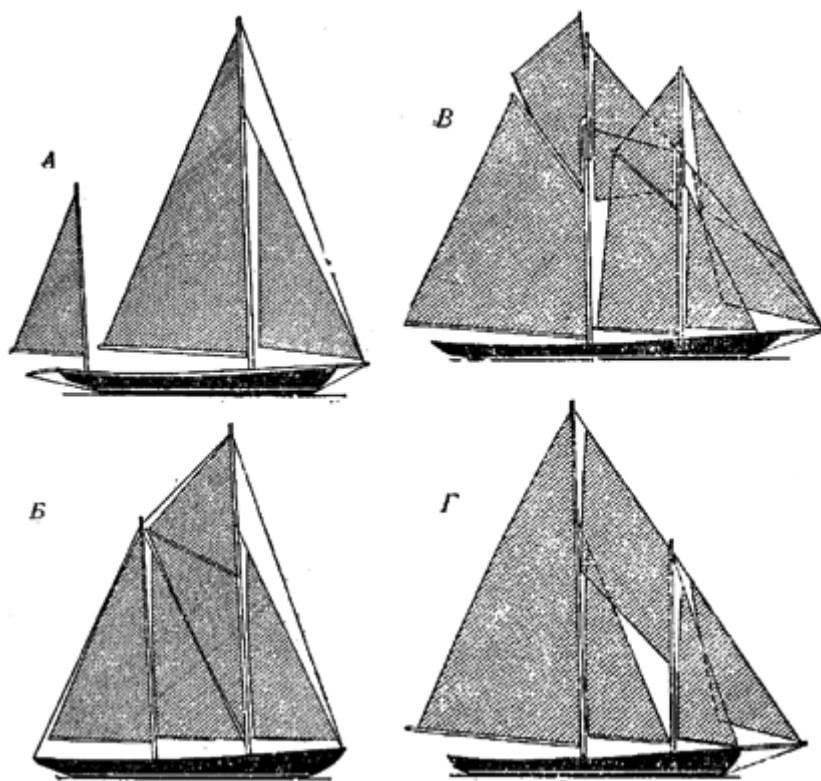

Рис. 15. Двухмачтовые яхты.
Двухмачтовые вооружения (**рис. 15**) применяют на крупных крейсерских яхтах, где для уменьшения крена важно иметь еще более низкую парусность, чем у тендеров. Кроме того, распределение общей парусности на несколько парусов облегчает работу экипажа с ними, что особенно важно на яхтах, совершающих дальние плавания. Чисто морские преимущества двухмачтовых яхт весьма велики: уборкой тех или иных парусов можно сразу уменьшить парусность, а комбинируя эти паруса, можно приспособиться к большому диапазону сил ветра без взятия рифов.
Как и иол, кэч может быть бермудским или гафельным. Иногда кэч имеет грот без гика, со шкотовым углом, находящимся у верхушки бизань-мачты. Нижний промежуток заполняется тогда большим **бизань-стакселем**. Такие кэчи называют **стаксельными** (рис. 15, б). Бизань-стаксель может быть и у обычного кэча или иола, только в этом случае его надо убирать при переключивании грота с одного борта на другой.
**Шхуна** имеет заднюю мачту выше или равную передней. Передняя мачта двухмачтовой шхуны называется **фок-мачтой**, а задняя - **грот-мачтой**. Паруса называются соответственно **фок и грот**. Шхуны, как и прочие яхты, могут быть гафельными и бермудскими. Бермудские шхуны часто вооружены гафельным фоком (при равной с бермудским фоком высоте он может иметь большую площадь парусности, чем последний). Существует разновидность бермудской шхуны-стаксельная шхуна (рис. 15, з). Эта шхуна не имеет фока. Промежуток между фок- и грот-мачтами (междумачтовый четырехугольник) заполняется одним или несколькими косыми треугольными парусами. Шхунами, как правило, вооружают самые крупные яхты - парусностью более 150-200 м2.